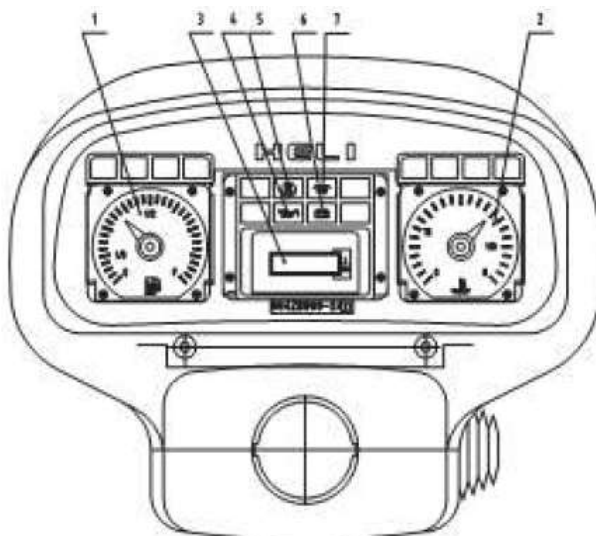

Рис. 2.5. Панель типа 909:
(6) Сигнал электропитания: перед пуском двигателя нужно поставить ключ выключателя в первое положение ON/ВКЛ, и лампа электропитания загорится. После пуска двигателя лампа электропитания автоматически выключится. Если лампа электропитания остается включенной при работающем двигателе, это означает, что что-то неисправно в цепи электропитания, и нужно прекратить работу и проверить цепь электропитания как можно скорее.
(7) Сигнал давления масла: перед пуском двигателя нужно поставить ключ выключателя в первое положение ON/ВКЛ, и сигнальная лампа давления масла включится. После пуска двигателя лампа давления масла автоматически погаснет. Если эта лампа остается включенной при работающем двигателе, это означает, что давление смазочного масла низкое и следует остановить работу и проверить систему смазки как можно скорее.
(8) Указатель топлива: он показывает, сколько топлива осталось в баке.
(9) Указатель температуры воды: он показывает температуру охлаждающей жидкости двигателя.
(10) Счетчик часов: показывает, сколько часов проработал двигатель. См. указатели на Рис. 2.5.